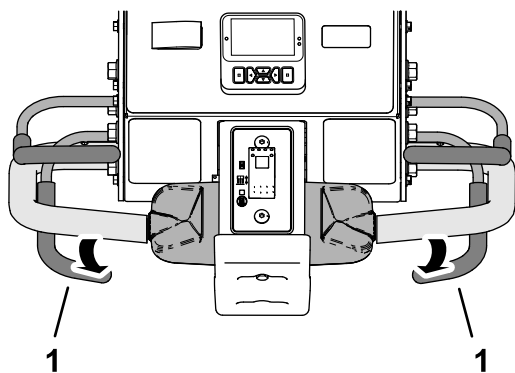

Figure 85
- Lorsque les roues avant passent le périmètre de la zone d'aération, relâchez la barre de commande d'aération (Figure 85).